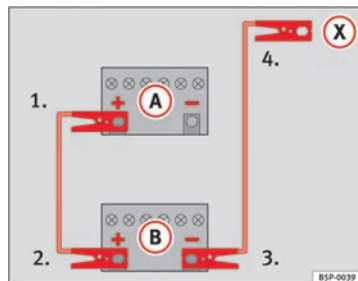
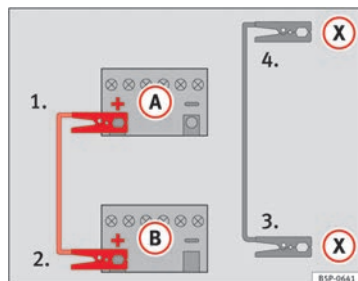

Fig. 159 Schéma de branchement pour les véhicules non équipés du système Start-Stop.
Fig. 160 Schéma de branchement pour les véhicules équipés du système Start-Stop.
- Raccordez une extrémité du câble de démarrage **rouge** au pôle positif $\oplus$ du véhicule dont la batterie est déchargée (A) ⇒ fig. 159.
- Raccordez l'autre extrémité du câble de démarrage **rouge** à la borne positive $\oplus$ du véhicule fournissant le courant (B).
- Raccordez une extrémité du câble de démarrage **noir** à la borne négative $\ominus$ du véhicule fournissant le courant (B) ⇒ fig. 159.
- Raccordez l'autre extrémité du câble de démarrage **noir** (X) sur le véhicule avec la batterie déchargée, à une pièce en métal massif vissée au bloc-moteur ou directement au bloc-moteur, mais le plus loin possible de la batterie (A).
- Raccordez une extrémité du câble de démarrage **rouge** au pôle positif $\oplus$ du véhicule dont la batterie est déchargée (A) ⇒ fig. 160.
- Raccordez une extrémité du câble de démarrage **noir** (X) à une borne de mise à la terre appropriée, à une pièce métallique massive vissée au bloc-moteur, ou au bloc-moteur lui-même ⇒ fig. 160.